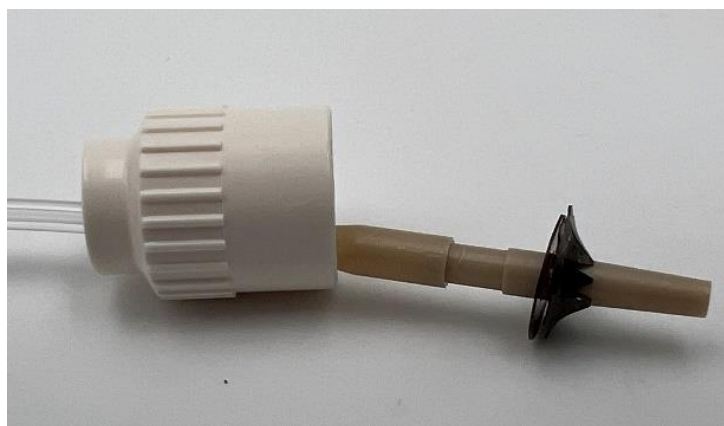

Abbildung 2 Fehlerhafte Verbindung
Auf Grund eines langsam fortschreitenden Verschleißes eines Fügwerkzeugs ist es möglich, dass die zwei Platten im Inneren der Sicherungsmutter aus der Sicherungsmutter ausbrechen könnten (siehe Abbildung 2).
1. Die Sonde wird platziert und getunnelt. Der Anwender versucht die Verbindung zwischen Sicherungsmutter und sondenseitigem Konnektor herzustellen. Die Verbindung ist fehlerhaft (wie in Abbildung 2 zu sehen) und kann daher nicht durchgeführt werden. Die zwei Platten und die Sicherungsmutter können vom sondenseitigen Konnektor entfernt werden, wodurch eine neue Sicherungsmutter verwendet werden muss. Es muss daher neues Produkt geöffnet werden.
2. Die Sonde wird platziert und getunnelt. Der Anwender versucht die Verbindung zwischen Sicherungsmutter und sondenseitigem Konnektor herzustellen. Die Verbindung ist fehlerhaft (wie in Abbildung 2 zu sehen) und kann daher nicht durchgeführt werden. Die zwei Platten und die Sicherungsmutter können nicht vom sondenseitigen Konnektor entfernt werden. Die Sonde muss entfernt und eine neue Sonde platziert und getunnelt werden.